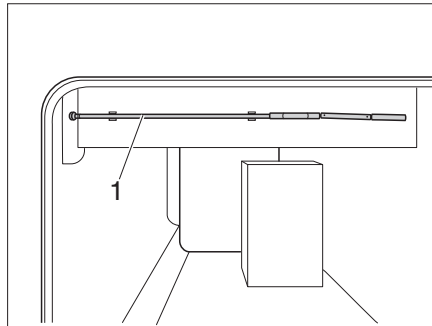

Fig. 144 Manivelle de réglage en hauteur
- Sortir la manivelle (Fig. 144,1) de son support.